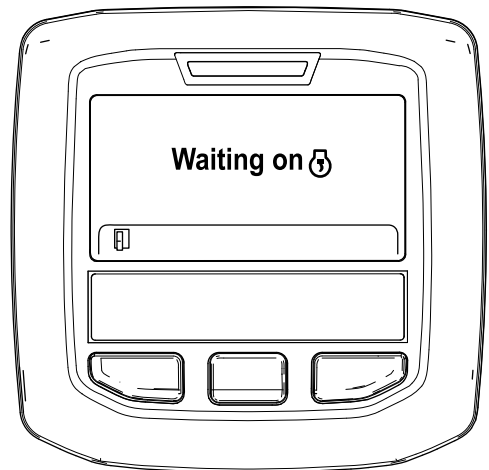

Bild 55
- B. Die Meldung „Waiting on“ wird angezeigt (Bild 55).